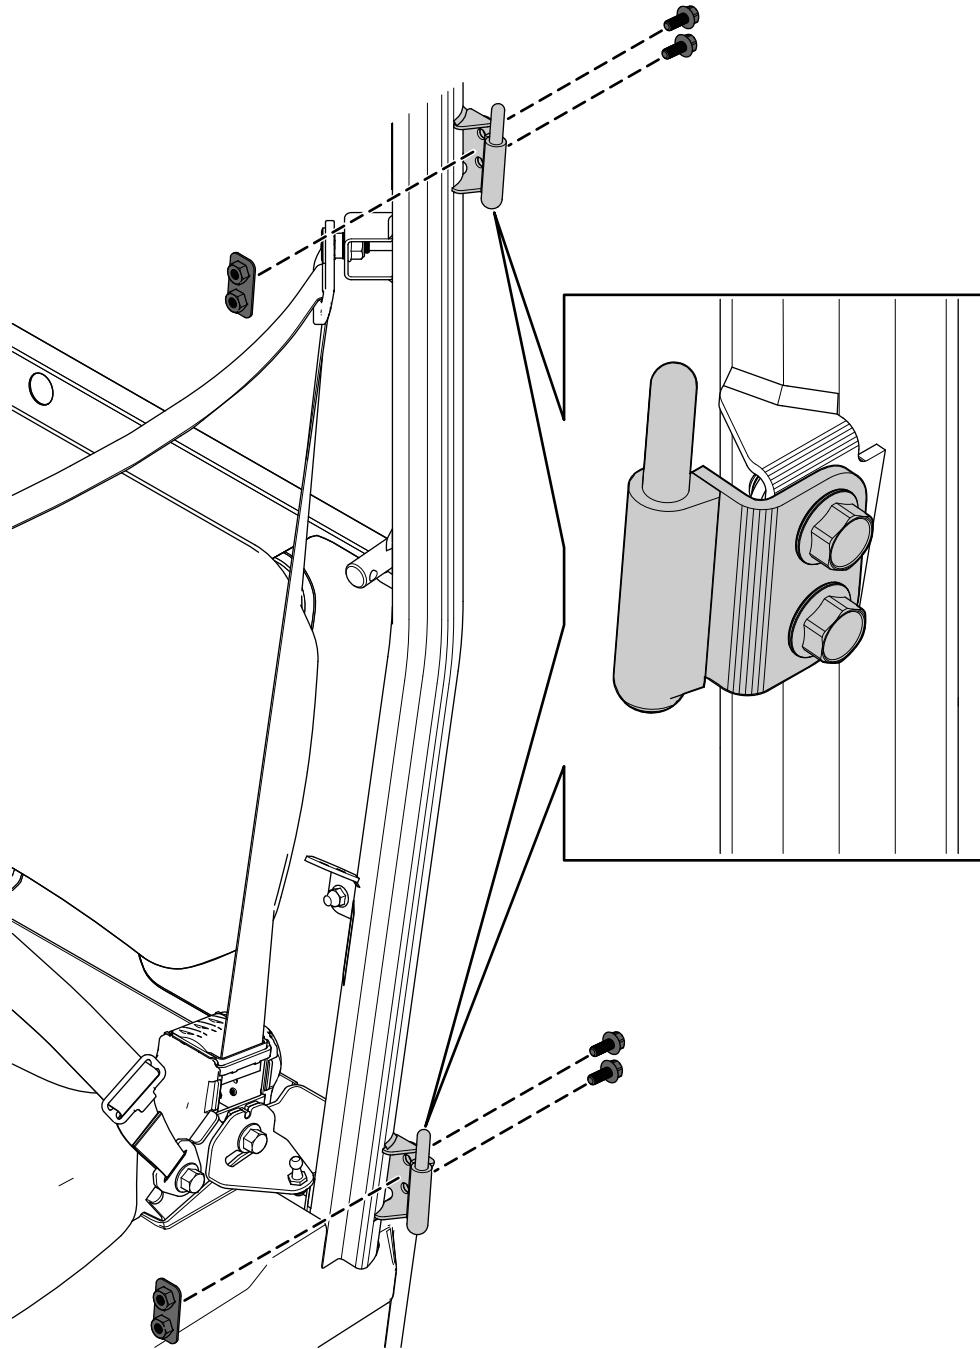

Figure 5
- Fixez légèrement les 2 charnières de la porte gauche sur le support de pivot de porte du ROPS à l'aide de 4 boulons à embase (M8 x 20 mm) et 2 plaques filetées (Figure 5).
- Lorsque la porte est correctement alignée par rapport au ROPS, serrez les 4 boulons à embase (M8 x 20 mm) montrés à la Figure 5 à un couple de 26 N·m.